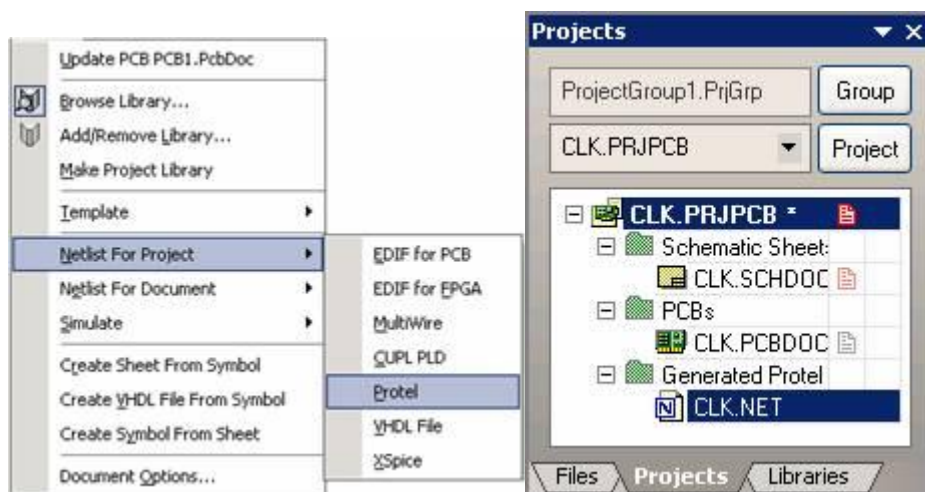

图 5 — 41 从 SCH 图生成网表操作 图 5 — 42 网表的生成
(1) 双击文件工作面板中对应的 SCH 原理文件，打开要创建网表的原理图文档。
(2) 执行主菜单命令 Design / Netlist / Protel，如图 5—41 所示。
所产生的网络表与原项目文件同名，后缀名为 .net，这里生成的网络表名称即为 CLOCK.NET。图标位于文件工作面板中该项目的 Generated Protel Netlist 选项下，文件保存在 Generated Protel Netlist 文件夹下，如图 5—42 所示。